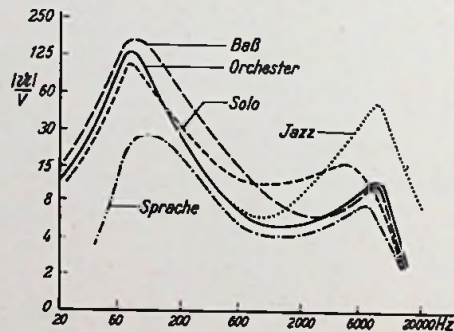

Bild 6. Nf-Übertragungskurven bei FM-Empfang (Lautstärkeregl. auf unterem Abgriff)
5. Breitwinkel - Eckstrahler: FUNKSCHAU 1955, Heft 13, Seite 271, Bild 6.
Tastenstellungen ergeben, sind in Bild 6 dar-